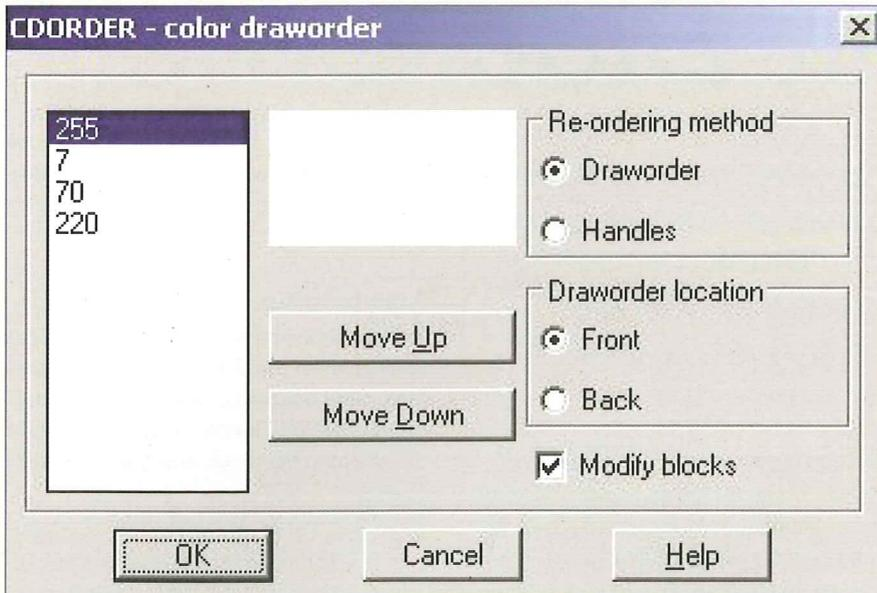

Bild 6: Dialogfenster des Befehls DRAW ORDER BY COLOUR.
4. Jetzt wird der Befehl **DRAW ORDER BY COLOUR** (CDORDER), der sich im **Express-Menü** unter **Modify** befindet, benutzt und alle Details des künftigen Blocks ausgewählt, einschließlich dem Wipeout. Das Dialogfenster dieses Befehls ist in Bild 6 dargestellt.